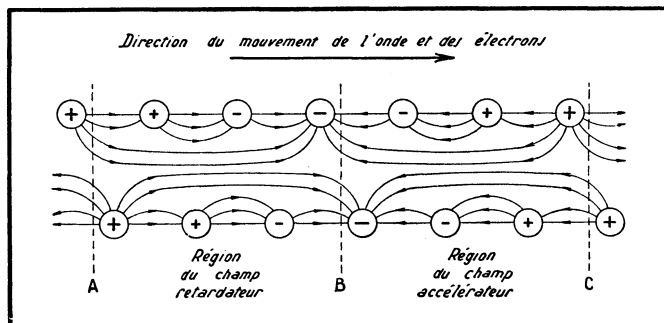

Fig. 84. — Champ électrique d'une onde progressive à l'intérieur d'une hélice.
Il se forme à l'intérieur d'une hélice un champ électrique alternatif se propageant le long de l'axe de cette hélice à la vitesse  $v_p$ . On voit sur la figure 84 la constitution du champ électrique correspondant à un certain tronçon interne de l'hélice dans le cas où une longueur d'onde occupe environ six spires. L'hélice elle-même est représentée en coupe et, par les signes « plus » et « moins », on y a marqué la répartition approximative des potentiels. De plus, les « plus » et les « moins » plus grands correspondent à la valeur maximum des potentiels correspondants. Il est nécessaire de bien comprendre que l'image du champ ainsi tracée correspond à un seul instant quelconque du temps. Comme l'onde se déplace le long de l'hélice, le champ représenté sur la figure 84 tourne autour de l'axe de cette hélice et se déplace le long de cet axe à la vitesse  $v_p$ . Evidemment, il existe encore un champ électrique entre l'hélice et le tube extérieur métallique T, mais il n'existe aucune action réciproque entre ce champ et le faisceau électronique. Il existe également autour des spires de l'hélice un champ magnétique alternatif, mais nous en négligerons l'influence puisqu'il n'y a aucune interaction énergétique entre les électrons et un champ magnétique.
Il est facile de constater, en examinant la figure 84, que la portion de l'hélice correspondant à une demi-longueur d'onde (AB) possède un champ retardateur pour les électrons, tandis que l'autre demi-onde s'accompagne d'un champ accélérateur (BC). Il est évident que des portions de champs accélérateur et retardateur alternent le long de l'hélice.